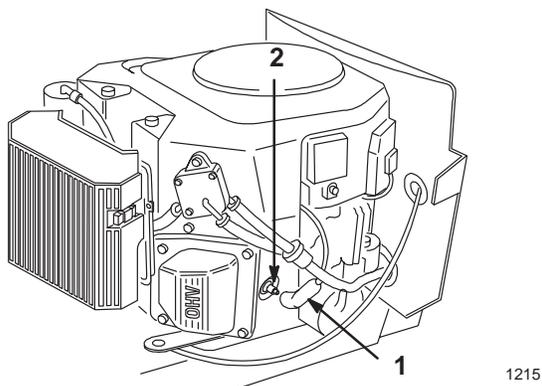

Figure 23
3. Débrancher la(les) bougie(s) (Fig. 23). Nettoyer tout autour des bougies pour ne pas introduire dans le moteur de la saleté qui risque de l'endommager.
3. Reconnecter les fils des bougies (Fig. 23).